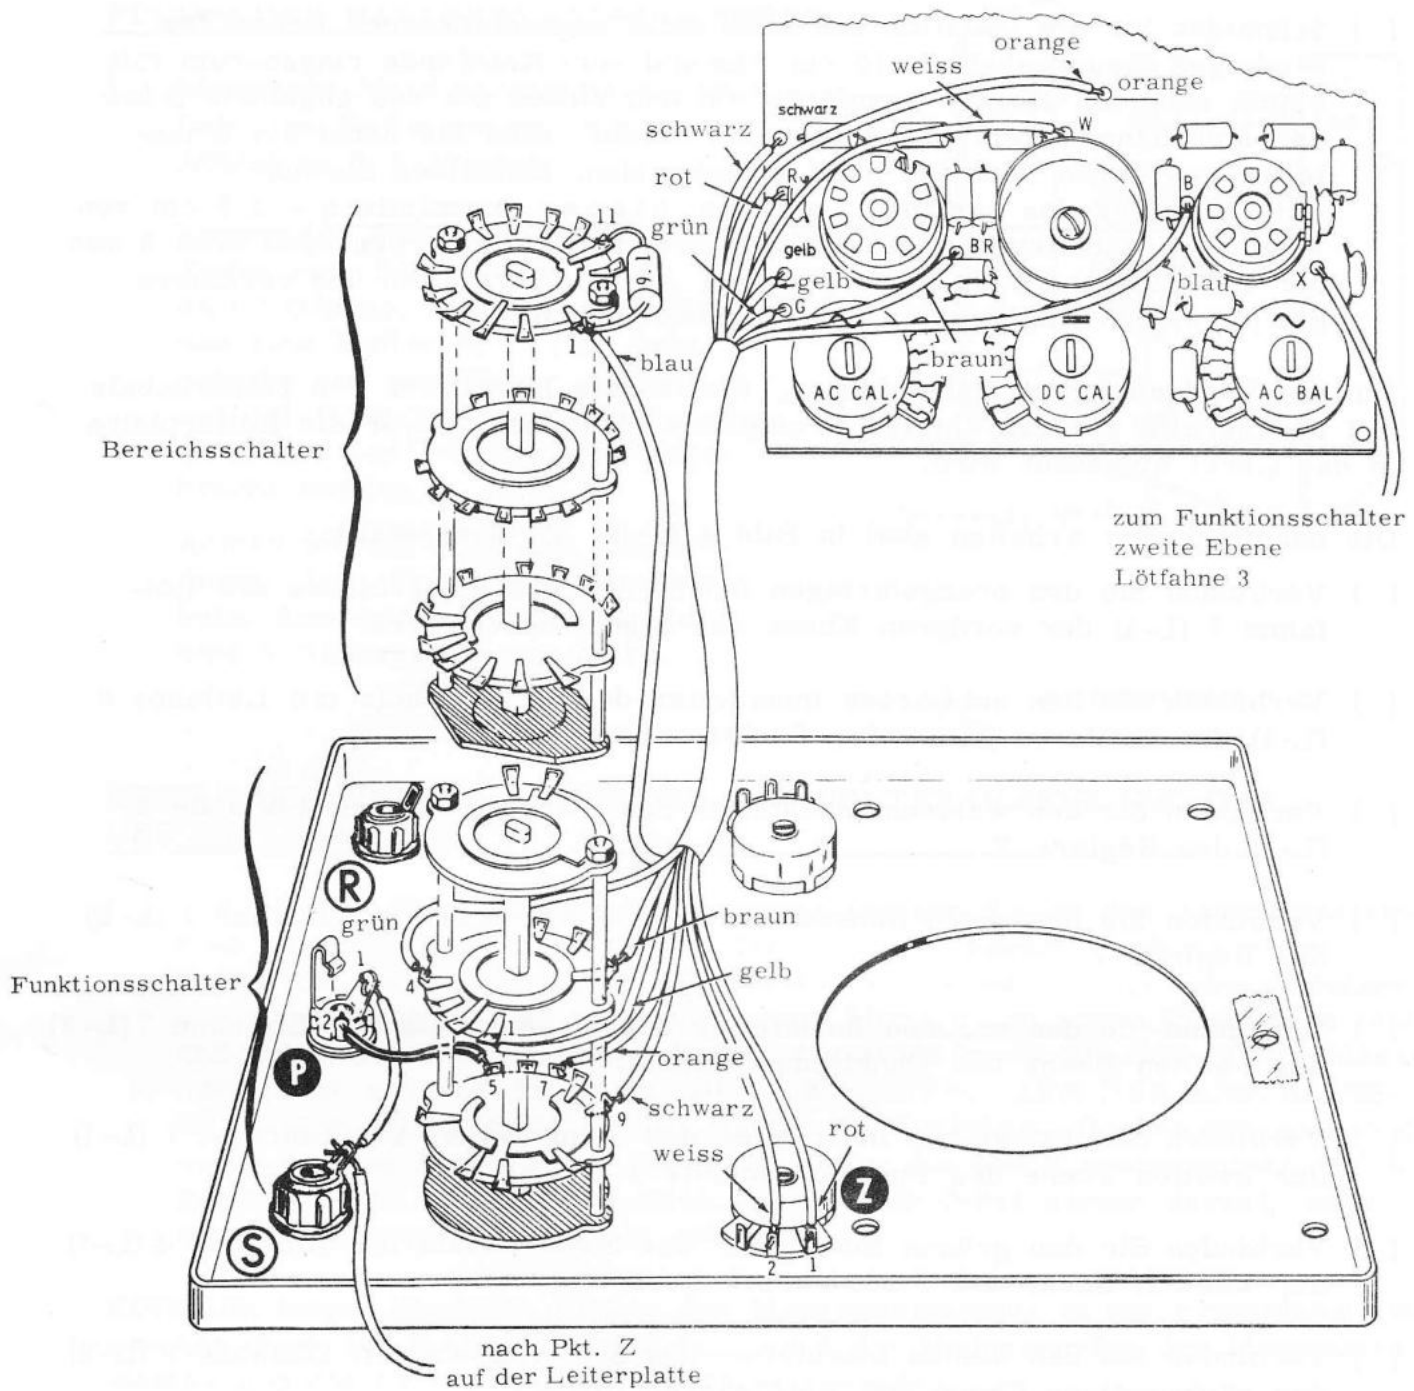

BILD 4
- () Entfernen Sie vorsichtig etwa 5 mm der Isolation am Ende eines jeden der acht Innenleiter. Verdrillen Sie die feinen Kupferlitzen, verzinnen und führen Sie diese, wie aus Bild 4 ersichtlich, durch die entsprechenden Bohrungen auf der beschrifteten Seite der Leiterplatte. Die Farbkennzeichnungen für die einzelnen Adern des Kabels sind auf der Leiterplatte aufgedruckt. Verlöten Sie jede der Adern unmittelbar nach dem Einführen mit der betreffenden Leiterbahn der Leiterplatte. Schneiden Sie die überstehenden Enden der Innenleiter ab und achten Sie darauf, dass dicht nebeneinander liegende Leiterbahnen nicht durch verlaufendes Lötzinn überbrückt oder kurzgeschlossen werden. Führen Sie den blauen Innenleiter zwischen dem Batteriebecher und dem Regler "DC-BAL" hindurch.
- () Verbinden Sie ein 10 cm langes Stück Schaltdraht mit Punkt X der Leiterplatte (siehe Bild 4). Das andere Ende dieses Drahtes wird erst später angeschlossen.
Die nachfolgenden Arbeiten sind in Bild 4 (Seite 33) dargestellt.